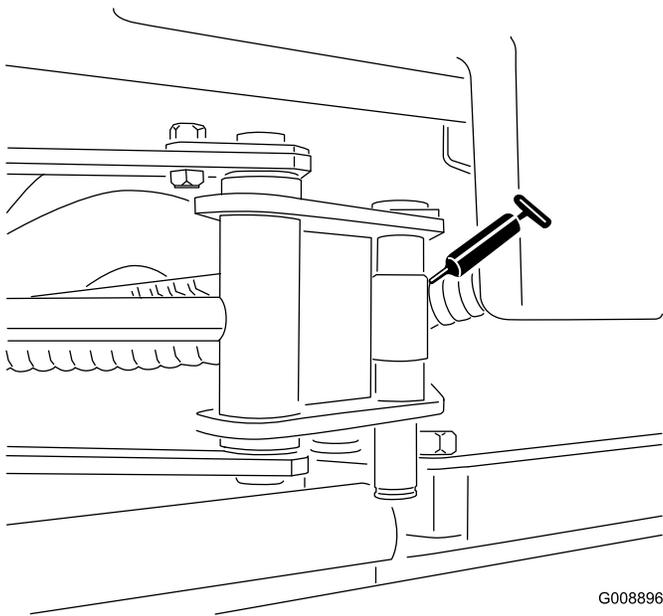

Figura 52
- Extremos de los cilindros del SideWinder (2; modelo 03170 solamente) (Figura 52)